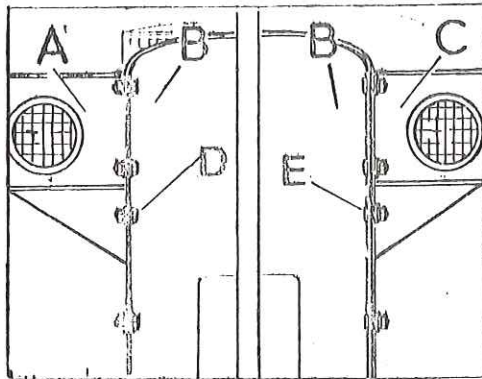

Fig. Q1-9 Elementos de fijación de la calandra a las aletas
- 1.9. Soltar los elementos de fijación, D y E (Fig. Q1-9 y 10) de la calandra B, a las aletas, A y C, teniendo en cuenta que las tuercas están situadas en la parte interior de la calandra, para el lado derecho y en la parte exterior para el lado izquierdo.